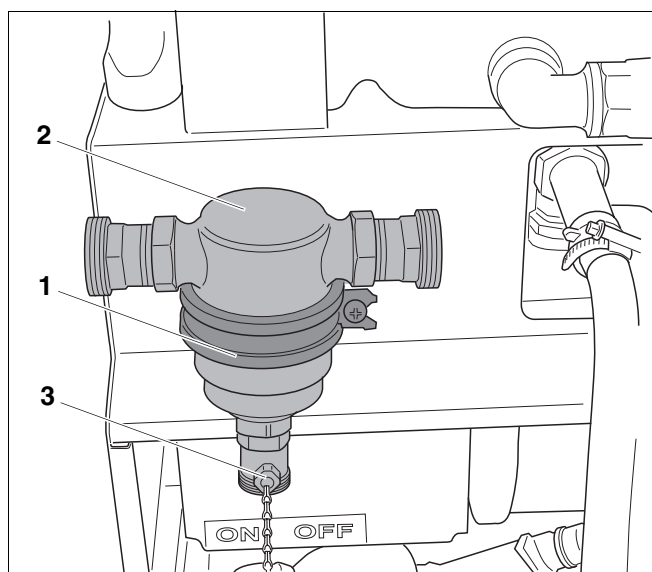

Abb. 5 Schmutzabscheider an Befüllpumpe montieren
- ▶ Befestigen Sie die Rohrschelle (Abb. 5, **Pos. 1**) mit der beiliegenden Schraube an der Bohrung der Befüllpumpe.
- ▶ Setzen Sie den Schmutzabscheider (Abb. 5, **Pos. 2**) in die Rohrschelle (Abb. 5, **Pos. 1**) und ziehen Sie diese an. Dabei muss die Betätigung des Kugelhahns (Abb. 5, **Pos. 3**) von vorne ermöglicht sein.